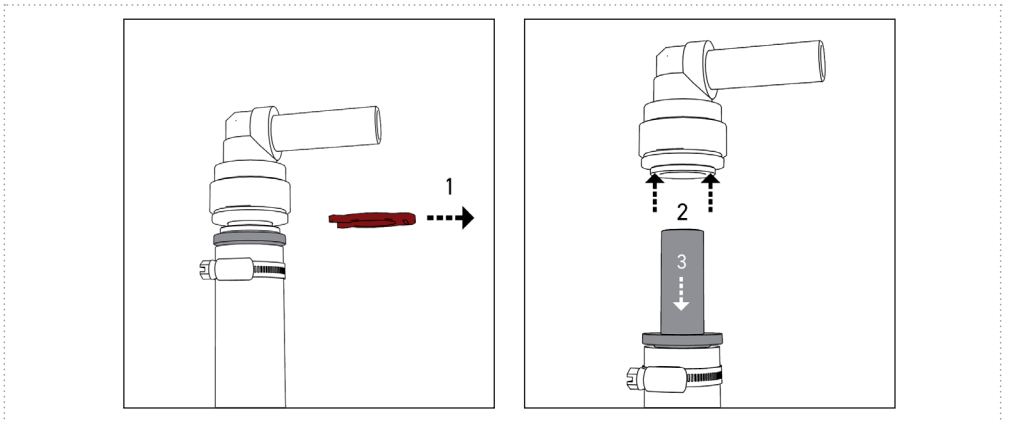

Abbildung: 21
- Entfernen Sie die Wasserleitungen von den Wasseranschlüssen der UV-Einheit (*Abbildung 21*). Entfernen Sie zuerst den Sicherungs-Ring (1). Das Halteelement mit den Fingern oder unter Zuhilfenahme einer Lösehilfe (z.B. Sicherungs-Ring) zurückdrücken und festhalten (2). Das eingesteckte Rohr/Schlauch kann nun entfernt werden (3).